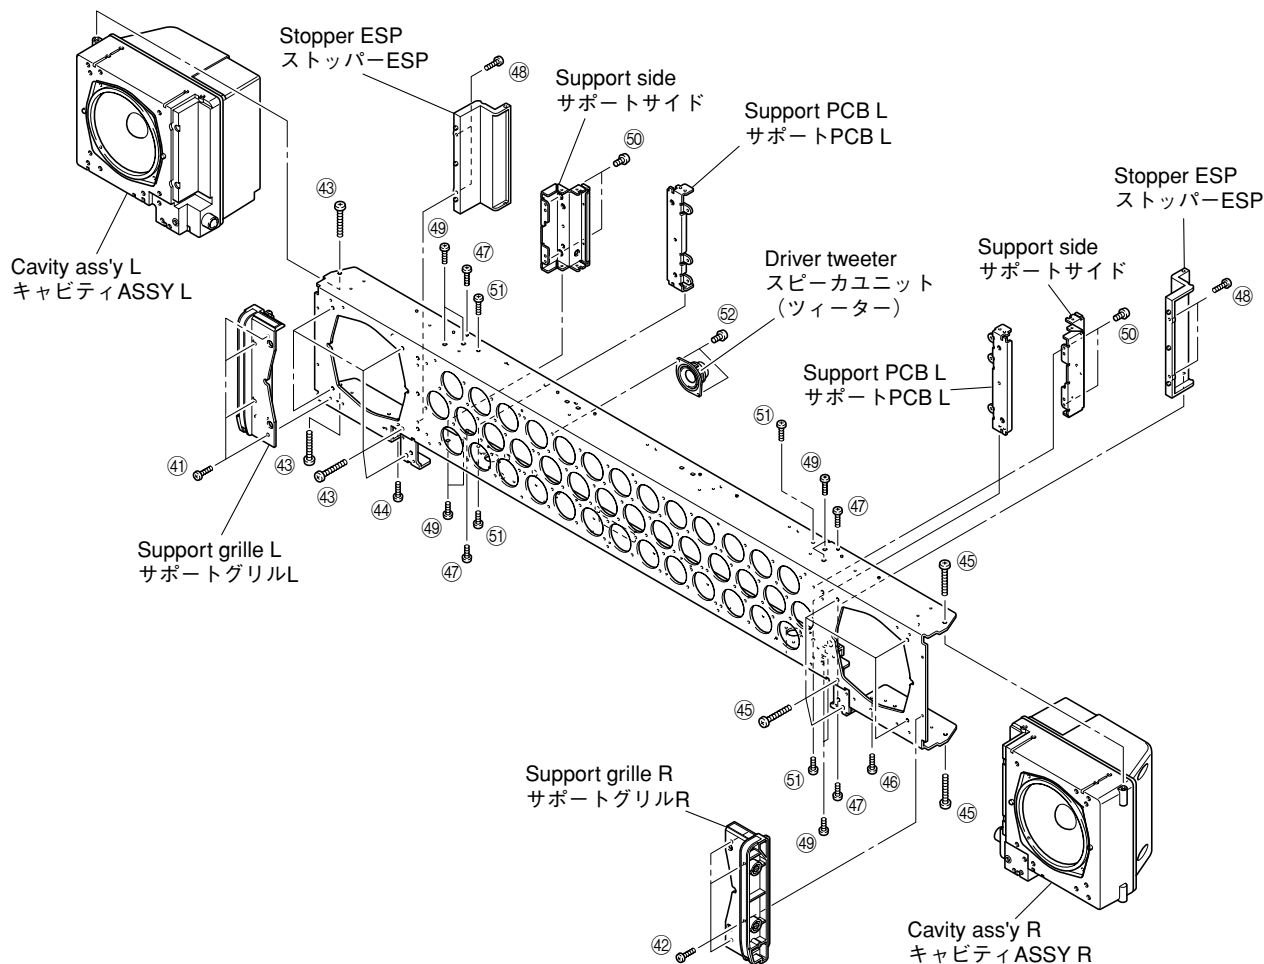

Fig. 15
- Remove 4 screws (41) and then remove the support grille L. (Fig. 15)
- Remove 4 screws (42) and then remove the support grille R. (Fig. 15)
- Remove 7 screws (43), screw (44) and then remove the cavity ass'y L. (Fig. 15)
- Remove 7 screws (45), screw (46) and then remove the cavity ass'y R. (Fig. 15)
- Remove 4 screws (47), 4 screws (48) and 2 stopper ESP. (Fig. 15)
- Remove 8 screws (49), 4 screws (50) and 2 support side. (Fig. 15)
- Remove 4 screws (51) and 2 support PCB L. (Fig. 15)
- Remove 2 screws/piece (52). (Fig. 15)
- Remove the driver tweeter. (Fig. 15)
- 41のネジ4本を外し、サポートグリルLを取り外します。(Fig. 15)
- 42のネジ4本を外し、サポートグリルRを取り外します。(Fig. 15)
- 43のネジ7本と44のネジ1本を外し、キャビティ ASSY Lを取り外します。(Fig. 15)
- 45のネジ7本と46のネジ1本を外し、キャビティ ASSY Rを取り外します。(Fig. 15)
- 47のネジ4本、48のネジ4本を外し、ストッパーESP2個を取り外します。(Fig. 15)
- 49のネジ8本、50のネジ4本を外し、サポートサイド2個を取り外します。(Fig. 15)
- 51のネジ4本を外し、サポートPCB L2個を取り外します。(Fig. 15)
- 52のネジ2本/個を外します。(Fig. 15)
- スピーカーユニット(ツイーター)を取り外します。(Fig. 15)